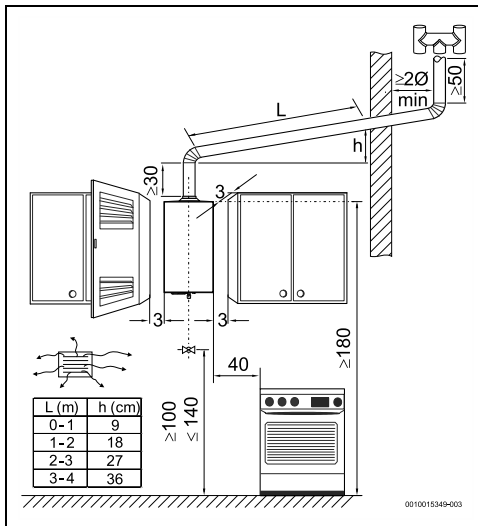

Fig. 11 Distances minimales (cm)
- ▶ Respecter les distances minimales indiquées dans la fig. 11.
- Assurer l'accès libre pour les opérations de maintenance et respecter les distances minimales indiquées dans la figure 11.